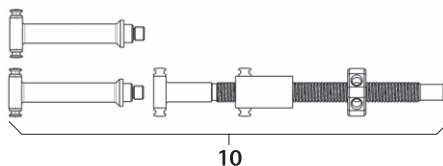

Fig. 15
- Monter le distracteur à broche **10**, voir Fig. 15.